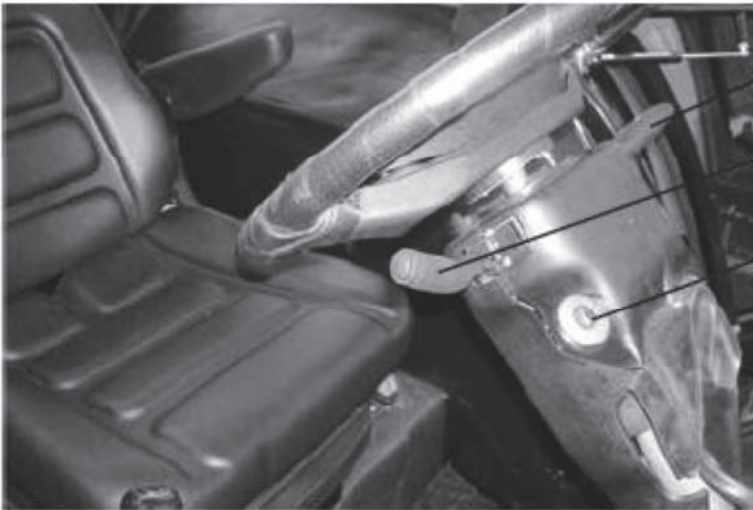

Figura 4-3 Interruptor combinado
Empuje hacia adelante: la luz de giro derecha está encendida; Empuje hacia atrás: la luz de giro izquierda está encendida; empuje hacia arriba y hacia abajo: cambie entre luz de cruce y luz de carretera; Consulte la figura 4-3 y la figura 4-4.
- (3) Suelte el pedal del embrague principal y el pedal del freno de servicio y reduzca la apertura del acelerador para hacer funcionar el motor al ralentí durante 5 minutos. No detenga el tractor cuando la temperatura del refrigerante sea alta.
- (4) Tire del cable de extinción de incendios (consulte la figura 4-3) para evitar que la bomba de inyección suministre aceite. De esta forma, el motor se para inmediatamente. Bloquee el cable tirado y saque la llave.
- (5) Si desea mantener encendida la luz de estacionamiento después de que el motor se haya calado, coloque el interruptor de la luz principal en "1".